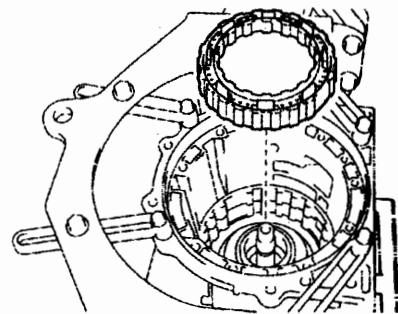

图 12-1-25
(36) 如图 12-1-25 所示, 从变速器壳上拆下 2 号制动缸。